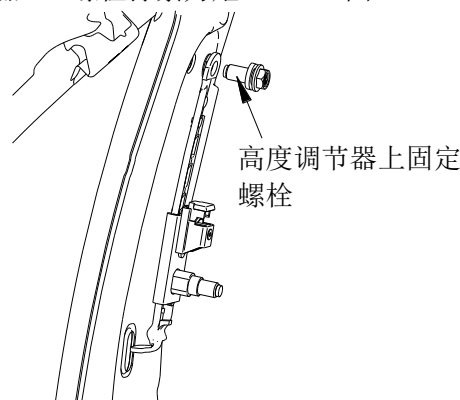

图 1-4
7、拆卸高度调节器上固定螺栓, 将高度调节器的下端从侧围限位孔中拿出。拆除高度调节器 B。螺栓拧紧力矩 42N.m (图 1-4)。